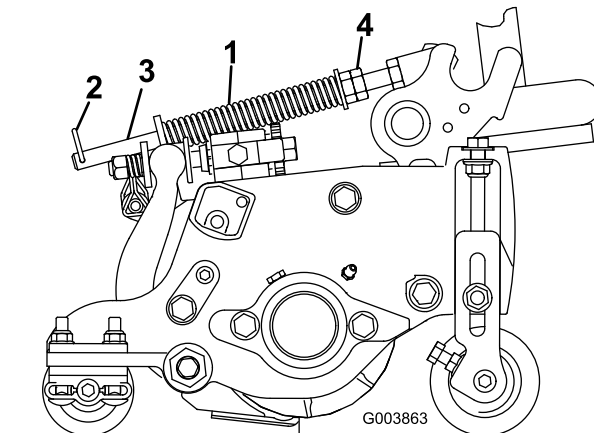

图17
1. 确保发卡销安装在弹簧杆的后孔内（图17）。
2. 拧紧弹簧杆前端的六角螺母，直至压缩后的弹簧长度为 159mm（图17）。
**注意：** 如果必须从机器上拆掉滚刀组，请将发卡销移至弹簧杆的前孔（图17）。将滚刀组装回机器后，务必将发卡销移回弹簧杆后孔。